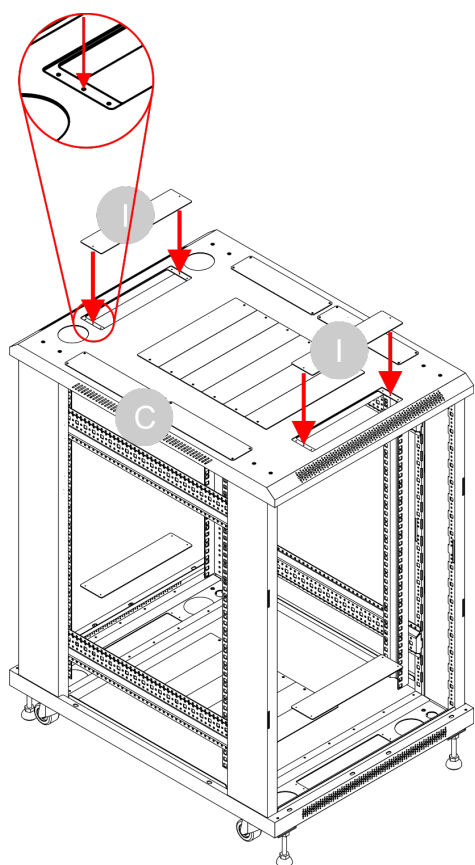

Fig. 33
- 17) Posizionare le 2 **piastre metalliche (I)** sopra i fori della **piastra superiore (C)**, come mostrato nella Fig. 33.